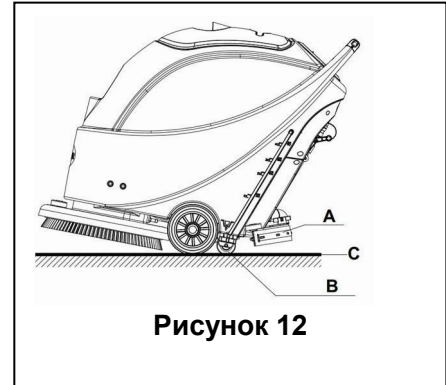

Рисунок 12
11. Нажмите кнопку включения питания (41) в позицию "О".
12. Используйте ручку швабры (14) для ее поднятия.
13. Возьмите руль (2) и слегка наклоните устройство назад, пока устройство направляющее колесо (В) не коснется пола. См. рисунок 12.